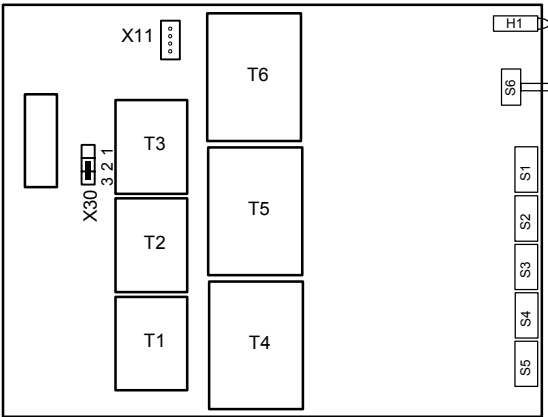

图 1-5 带继电器输出的 7SJ45 跳线位置
跳闸回路可以通过改变 PCB 板的跳线适应应用需要 (图 1-5).
- 重新设置跳线 X30 的位置。图 1-5 显示了模块上跳线的位置。